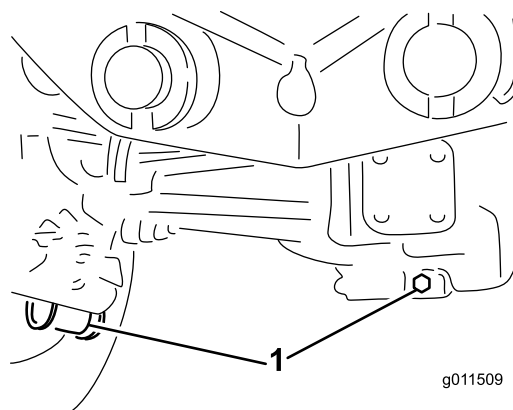

Figura 71
2. Pulite attorno ai tre tappi di spurgo, uno per lato ed uno in centro (Figura 71).